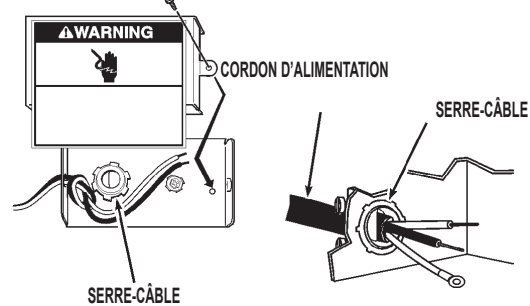

FIGURE 2
3. Installer le serre-câble métallique sur le trou à l'arrière de la boîte de connexion. Voir la figure 2.